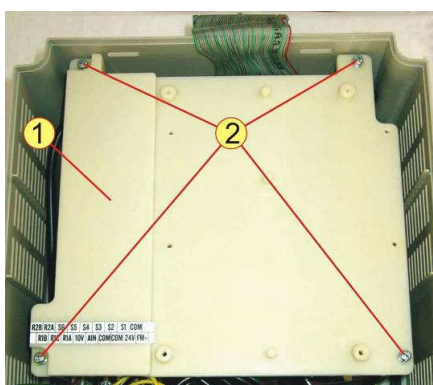

Рис.6.5
6.4.1. Выкрутить четыре винта 2, снять монтажную панель 1 (рис.6.5). Положить винты и панель в тару.